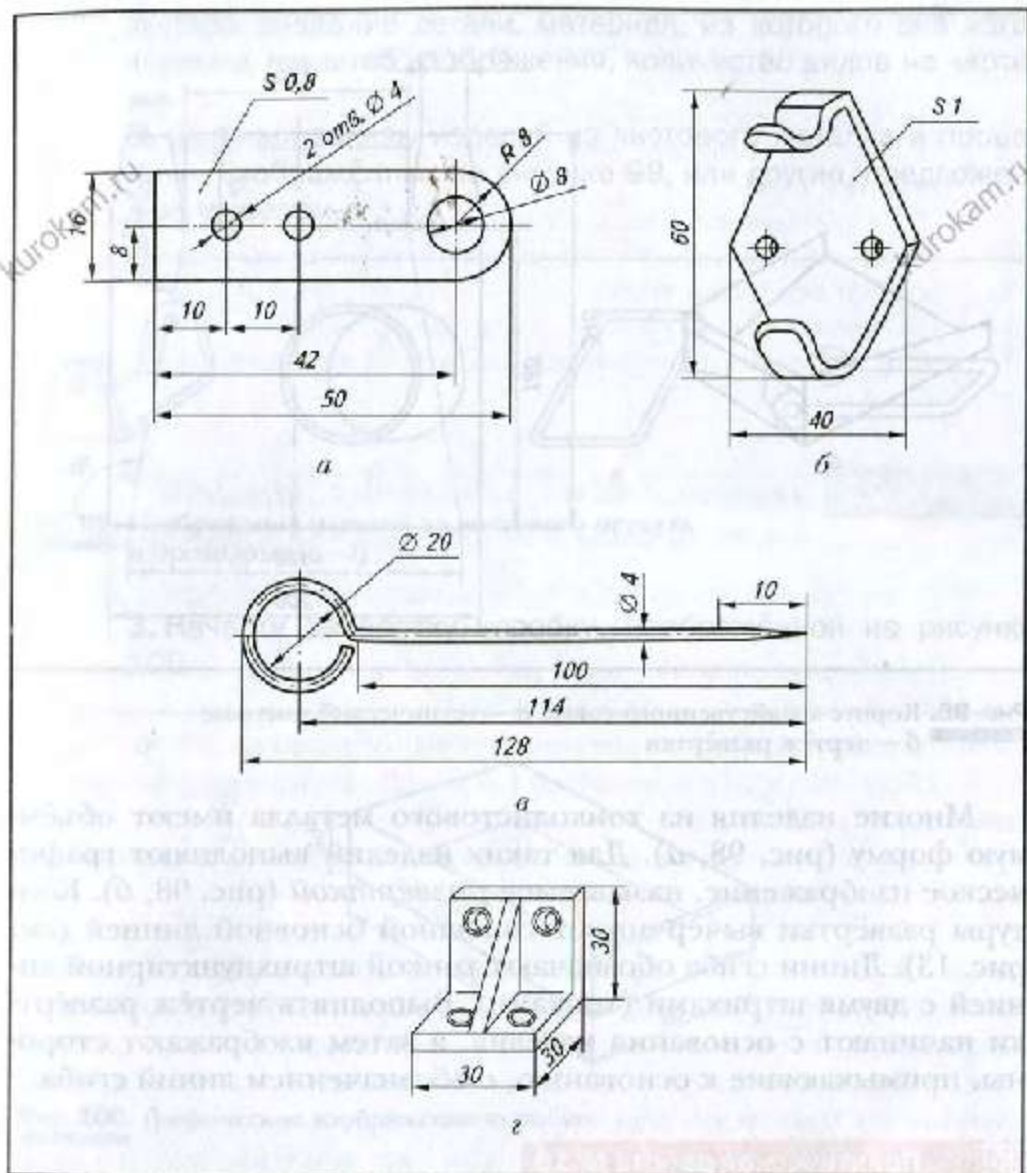

Рис. 97. Графические изображения деталей из металла и пластмассы:
Запись $R 8$ на чертеже (рис. 97, а) означает: радиус закругления контура детали равен 8 мм; запись $S 0,8$ — толщина детали составляет 0,8 мм. Центры отверстий показывают на чертежах штрихпунктирными линиями, пересекающимися под прямым углом (рис. 97, б).
Если деталь изготовлена из проволоки диаметром менее 2 мм, то её изображают одной сплошной основной линией. Если диаметр проволоки более 2 мм — двумя параллельными сплошными линиями (рис. 97, в).
4. По чертежу (рис. 97, а) выполни технический рисунок изделия.